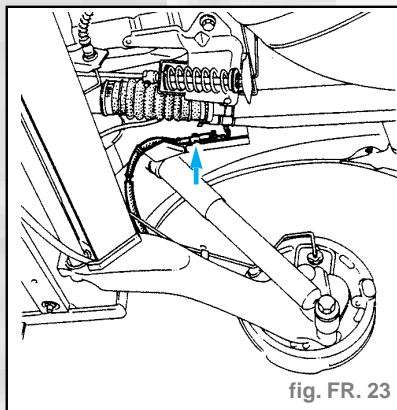

fig. FR. 23
- Déconnecter le connecteur du capteur situé sous le véhicule près des paliers du bras de train AR (fig. FR. 23).